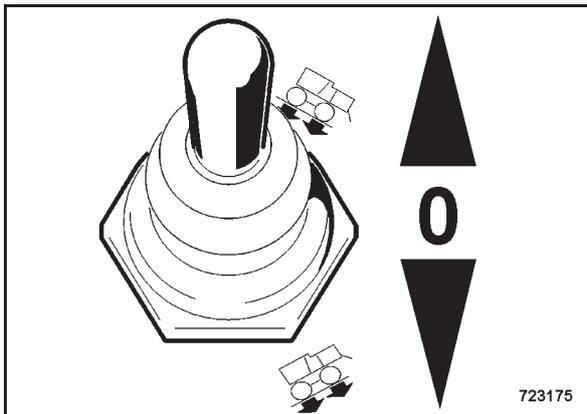

Bild 56
- Kippschalter Vibration (Bild 56) nach vorne oder hinten aussteuern.